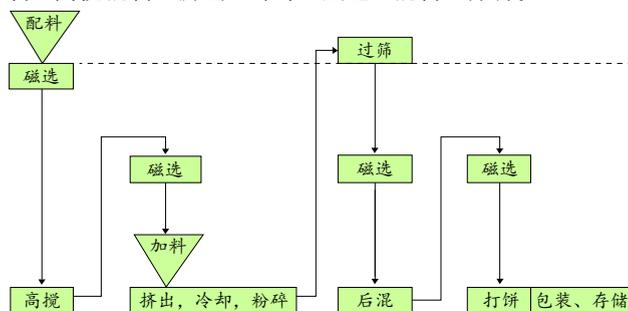

图1: 工艺流程图
原材料经过图 1 所示的主要步骤制得环氧塑封料: 配料 - 高搅混合 - 挤出 - 冷却 - 磁选 - 混合 - 打饼。
- b) 标准螺旋流动金属模具(见图1),表面硬度要求:淬火处理 HRC46~HRC50;